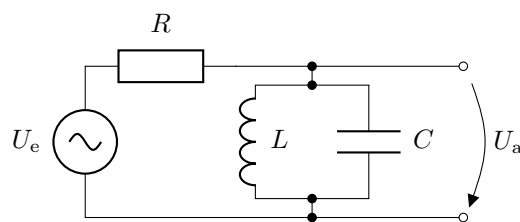

Abbildung 4: LC-Parallelschwingkreis als Bestandteil eines Spannungsteilers.
Speist man den Parallelschwingkreis über einen Vorwiderstand, so bildet sich ein frequenzabhängiger Spannungsteiler aus (siehe Abb. 4). Die Spannung über dem Parallelschwingkreis ändert sich je nach Frequenz. Im Resonanzfall wird sie am größten, da die Impedanz des Schwingkreises in diesem Fall am größten wird. Man kann den Verlauf mithilfe der 🤔 Spannungsteilerregel berechnen:
Abbildung 5: Amplitudengang (oben) und Phasengang (unten) der in Abb. 4 gezeigten Schaltung für $R = 1 \text{ k}\Omega$, $C = 200 \text{ nF}$, $L = 100 \text{ mH}$, siehe Gleichung (9). $|U_a|$ ist für den Fall der Resonanz maximal. Signale mit (oder nahe) der Resonanzfrequenz werden vom Spannungsteiler gut durchgelassen, während Signale mit anderen Frequenzen stark bedämpft werden. Die Schaltung 4 ist ein Filter, der nur Signalkomponenten in einem schmalen Frequenzband passieren lässt \Rightarrow Bandpass.